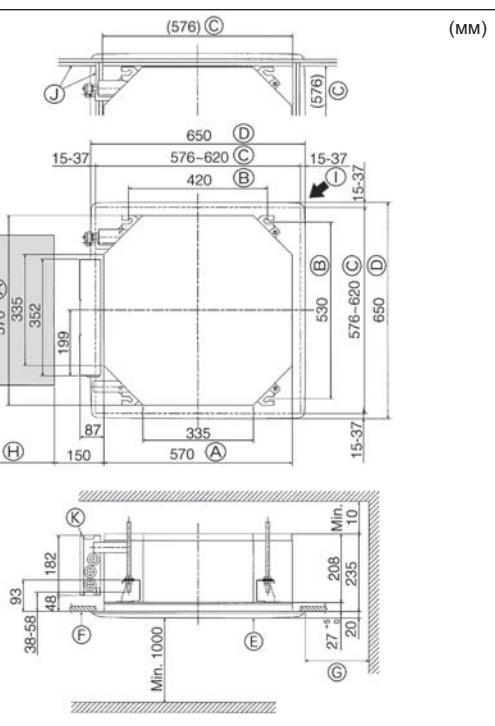

Fig. 4-2
②	Прокладка (с изоляцией) Прокладка (без изоляции)	4 4
③	Изоляция для труб (для соединения труб хладагента) малого диаметра (жидкости) большого диаметра (газа)	1 1
④	Лента (большая) Лента (малая)	6 2
⑤	Винт с прокладкой (M5 x 25) для установки решетки	4
⑥	Соединительная муфта для дренажа	1
⑦	Изоляция	1
⑧	Шуруп крепления для ⑨ 3,5 x 16 (черный) (для SLZ-KA-VAL3)	2
⑨	Держатель пульта дистанционного управления (для SLZ-KA-VAL3)	1
⑩	Батарейка (AAA) (для SLZ-KA-VAL3)	2
⑪	Беспроводной пульт дистанционного управления (для SLZ-KA-VAL3)	1
4.2. Расположение отверстия в потолке и навесных болтов (Fig. 4-2)